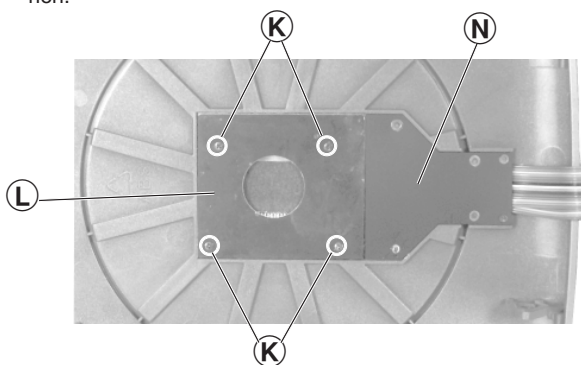
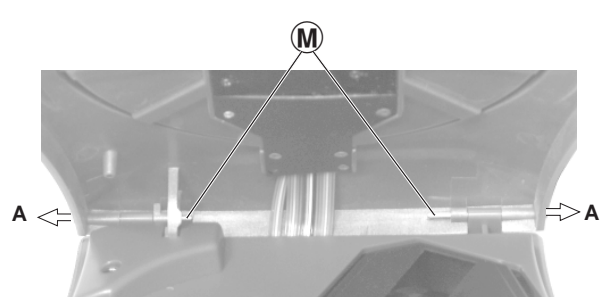

Fig. 8
Fig. 9
- 4 Schrauben (K) (Fig. 8) herausdrehen.
- Displayplatte (L) (mit Kunststoffabdeckung (N)) vorsichtig mit einem kleinen Schraubendreher abheben und herausnehmen.
- Undo 4 screws (K) (Fig. 8).
- Lift off the display board (L) (with plastic cover (N)) carefully with a small screwdriver and remove it.
- Beide Scharnierstifte (M) (Fig. 9) mit einem Schraubendreher in Pfeilrichtung A drücken und von außen mit einer Zange herausziehen.
- Press both hinge pins (M) (Fig. 9) in the direction of arrow A using a screwdriver and pull them out from outside with pliers.